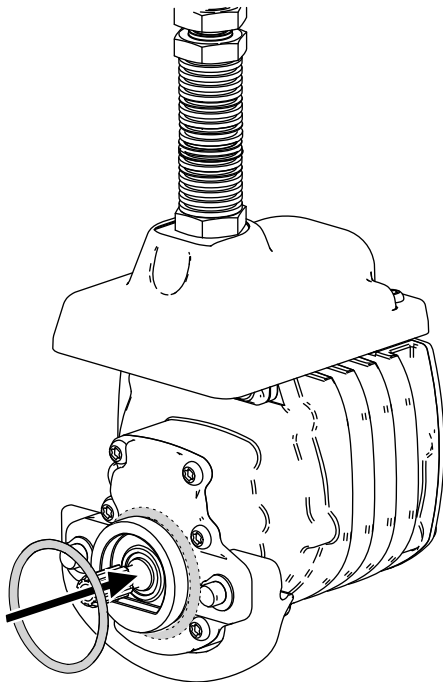

Figura 7
3. Instale una junta tórica en cada motor de molinete, como se muestra en la Figura 7.